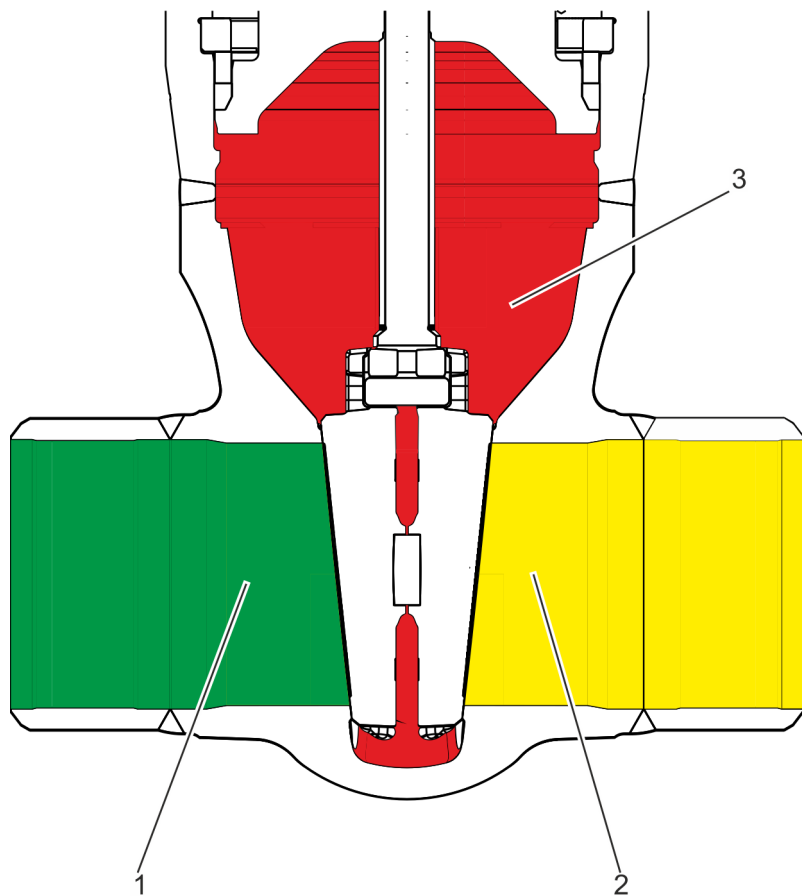
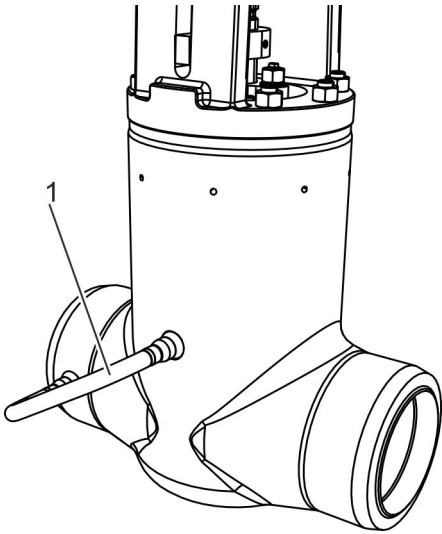

Abb. 2: Einteilung in "Räume"
Abb. 5: Entlastungsrohr
- 1. Raum: druckzugewandte Seite (Abb. 2/1)
- 2. Raum: druckabgewandte Seite (Abb. 2/2)
- 3. Raum: abgesperrter Innenraum (Abb. 2/3)
Je nach Anwendungsfall kann die Armatur (Abb. 3/1) durch den Betreiber mit einer außenliegenden Überdrucksicherung ausgestattet werden. Zu diesem Zweck kann die Armatur vom Hersteller mit einem werksseitig verschlossenen Stutzen (Abb. 3/2) ausgestattet werden. Der Stutzen stellt eine Verbindung von außen zum 3. Raum (Abb. 2/3) her. Am Stutzen (Abb. 3/2) können außenliegende Überdrucksicherungen angeschlossen werden.
Mit einem Entlastungsrohr (Abb. 5/1) wird eine Verbindung zwischen dem 3. Raum (Abb. 2/3) und der druckzugewandten Seite (Abb. 2/1) der Armatur hergestellt.